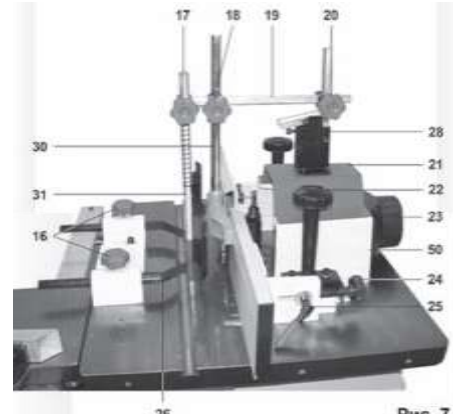

Рис. 7
8.3.4. Как показано на Рис. 7, зажимом крепления на стойке (28) установите и винтом фиксации (20) закрепите штангу (19). На штанге (19) в зажимах установите и винтами фиксации (17 и 18) закрепите прижимную пластину (31) и прижимную планку (30). При закреплении под винты фиксации (17,18,20) подкладывайте металлические пластины (см. комплектность).